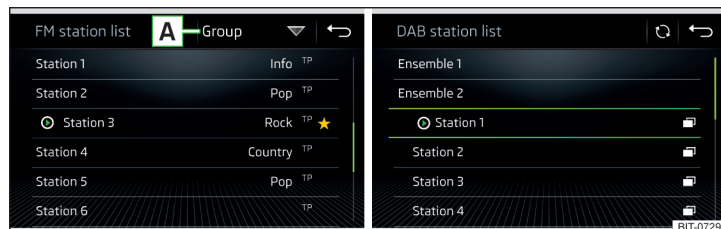

Fig. 190 Ejemplo de la lista de emisoras FM/DAB disponibles:
- Para **clasificar** (FM) las emisoras en la secuencia alfabética, según grupo o género, pulsar la superficie funcional [A] » **fig. 190** » [I].
- Para la **filtración** de la emisora según el tipo de programa (p.ej. cultura, música, deporte, etc.), pulsar en la lista de emisoras FM (con la función RDS encendida) y en la lista de emisoras DAB (en la clasificación alfabética seleccionada de la lista de emisoras) la superficie funcional [A] » **fig. 190**.
► Para la actualización **manual**, pulsar la superficie funcional » **fig. 190**.